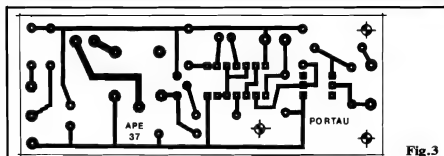

Fig. 3
- FIG. 3 - LAY OUT DO CIRCUITO IMPRESSO - Em tamanho natural (escala 1:1), o padrão cobreado da placa é visto na figura, em todos os detalhes de ilhas e pistas... Basta ao Leitor/Hobbysta reproduzir cuidadosamente o **lay out** e providenciar a confecção da sua placa, observando, contudo, todos os preceitos e cuidados exaustivamente mencionados em APE... O desenho não é complexo, nem muito "apertado", facilitando as "coisas" mesmo para os que ainda não têm muita prática no "ramo"... Os pontos que merecem mais cuidado referem-se aos conjuntos de ilhas para os pi-